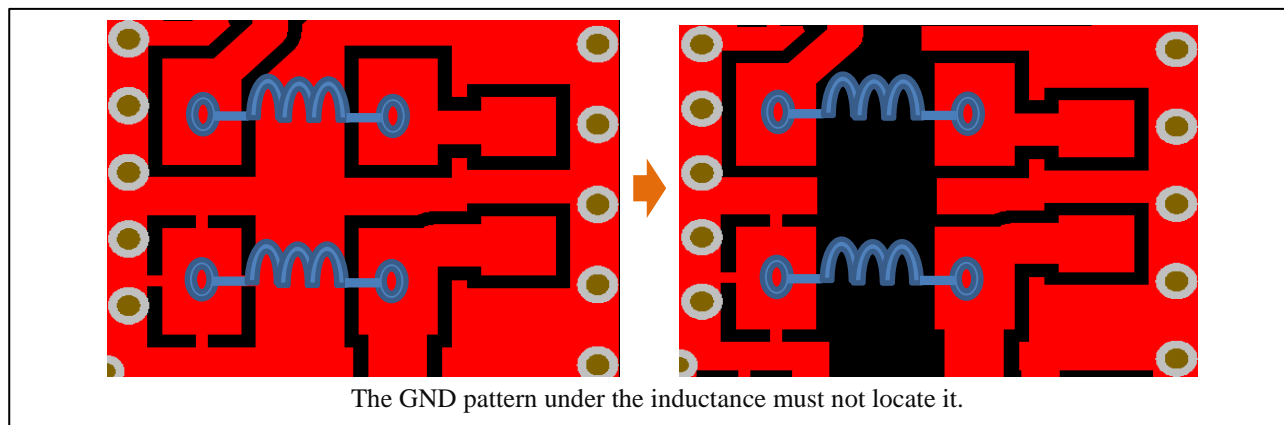

Figure 2-17 インダクタ下の GND パターンの注意事項
- ・ Figure 2-17 に示す様に、インダクタンスの下に GND パターンは、配置しない様にしてください。GND パターンにノイズの影響が及ぼす可能性があります。(例：RX-BPF、及び電源回路、電源ライン用フィルタに使用するインダクタなど)